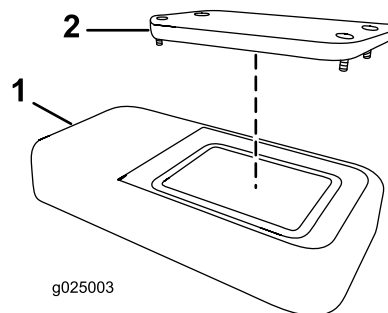

Рисунок 60
2. Снимите крышку (Рисунок 60).